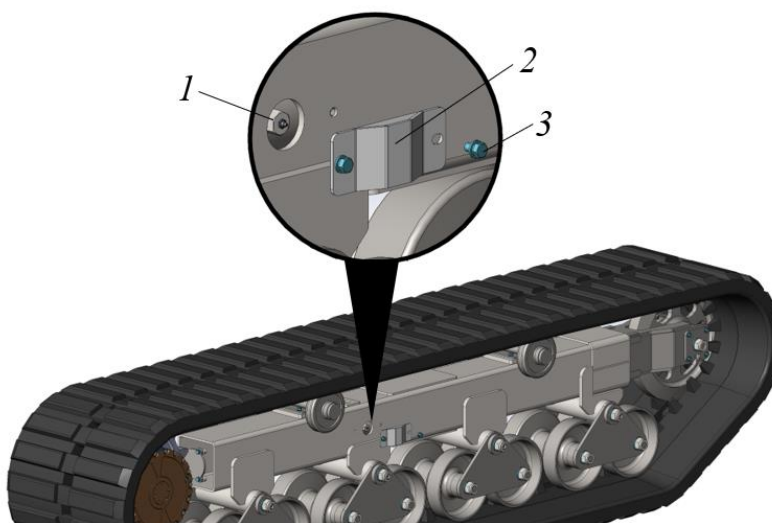

Рисунок 5.13. Месторасположение пресс-масленки клапана механизма натяжения гусениц
- ▶ Выкрутить крепеж 3 (болты с шайбами), снять защитную крышку 2, рис. 5.13.
- ▶ Снять пылезащитный колпачок с клапана 1, рис. 5.13.
Натяжение гусениц происходит за счет перемещения поршня при заполнении внутренней полости консистентной смазкой через клапан, рис. 5.13. рычажно-плунжерным шприцем.
- ▶ Установить удлинитель рычажно-плунжерного шприца в клапан, рис. 5.13.
- ▶ Извлечь шприц, закрыть клапан 1 пылезащитным колпачком, рис. 5.13.
- ▶ Выкрутить не более чем на 2 оборота клапан 1, рис. 5.13, лишняя смазка выдавится из-под клапана через резьбу за счет избыточного давления в гидроцилиндре, натяжение с гусеницы будет снято.
Для исключения возможных травмоопасных ситуаций запрещается при ослаблении гусеницы полностью выворачивать клапан 1, рис. 5.13, так как при этом может произойти срыв резьбы клапана и выброс смазки под большим давлением.
- ▶ Полностью вывернуть клапан, рис. 5.13.